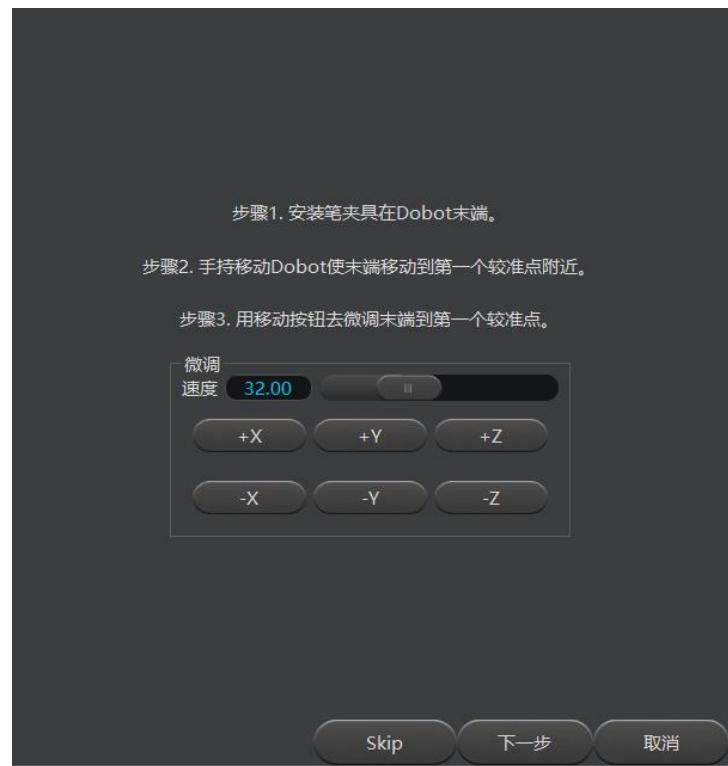
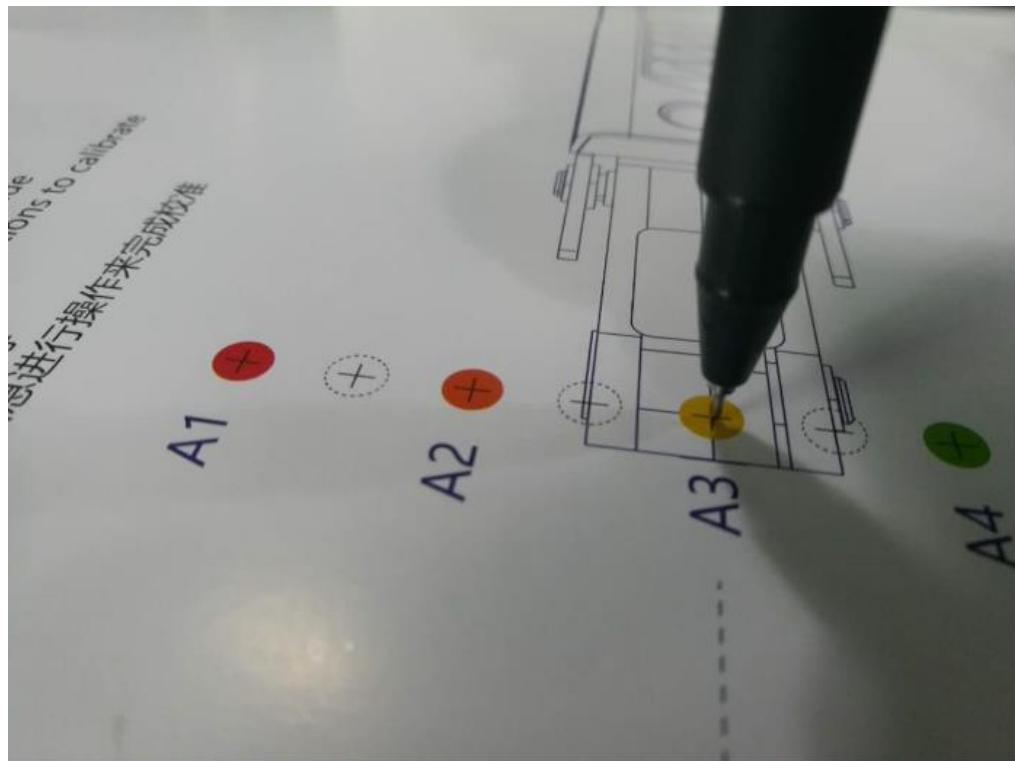

图 5.160 微调界面
图 5.161 笔尖位置
步骤5 待回零完成后单击“+J1”或“-J1”，如图 5.154所示，将笔尖位置对准在传感器校准卡上“B3”和“A3”的连接线上某点，如图 5.161所示。
3. 在如图 5.160所示的界面上单击坐标按钮进行微调，使笔尖对准传感器校准卡上“A3”圆心位置，如图 5.161所示。